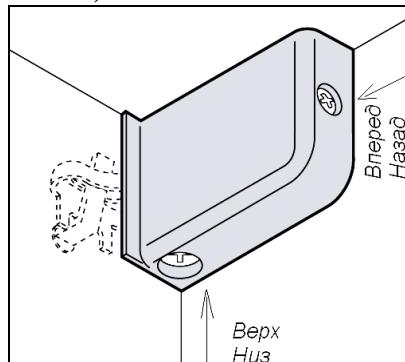

Рис. 12
5. Верхние шкафы навешиваются на монтажную шину посредством установленных на них регулируемых подвесов. Подвесы позволяют регулировать положение шкафа по высоте и глубине при помощи соответствующих винтов (Рис. 12).